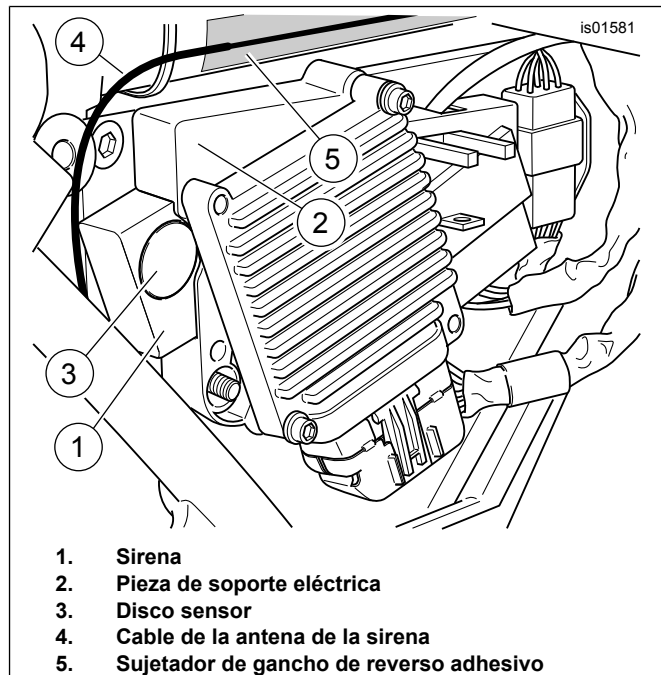

Figura 15. Sirena y pieza de soporte eléctrica instalados (modelos FL Touring 2002-2007)
8. Figura 15 Instale de nuevo el conjunto de la pieza de soporte eléctrica con la sirena en los espárragos del lado de la caja de la batería. Instale las dos tuercas de reborde en los espárragos.